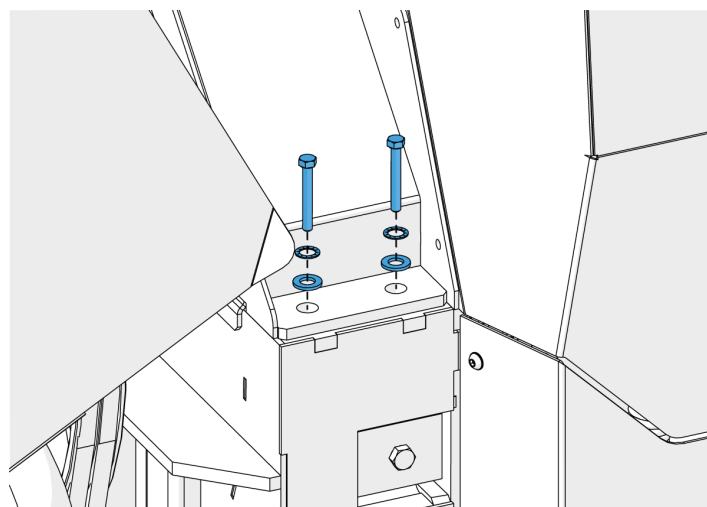

Figure 48 - Boulons du couvercle de la chambre de broyage
5. Déposez les deux boulons qui maintiennent le couvercle de la chambre de broyage en position fermée (Figure 48).